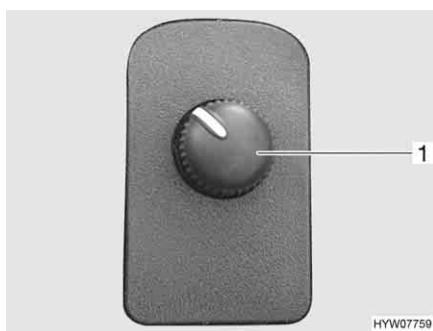

Fig. 25 Interruttore per gli specchietti esterni a regolazione elettrica
- Selezionare lo specchietto da impostare. A tal fine premere l'interruttore girevole (Fig. 25,1) verso sinistra oppure verso destra.
- Premendo l'interruttore (Fig. 25,1) regolare lo specchietto nella posizione corrispondente.